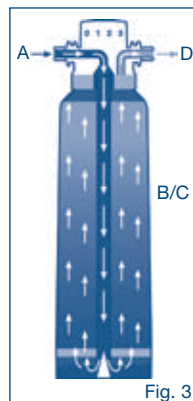

Fig. 3
El agua del grifo (A) fluye hacia la bujía filtrante (Fig. 3). En el sector (B) un filtro previo separa las partículas y las sustancias que influyen en el sabor y los aromas, como por ejemplo el cloro (C).